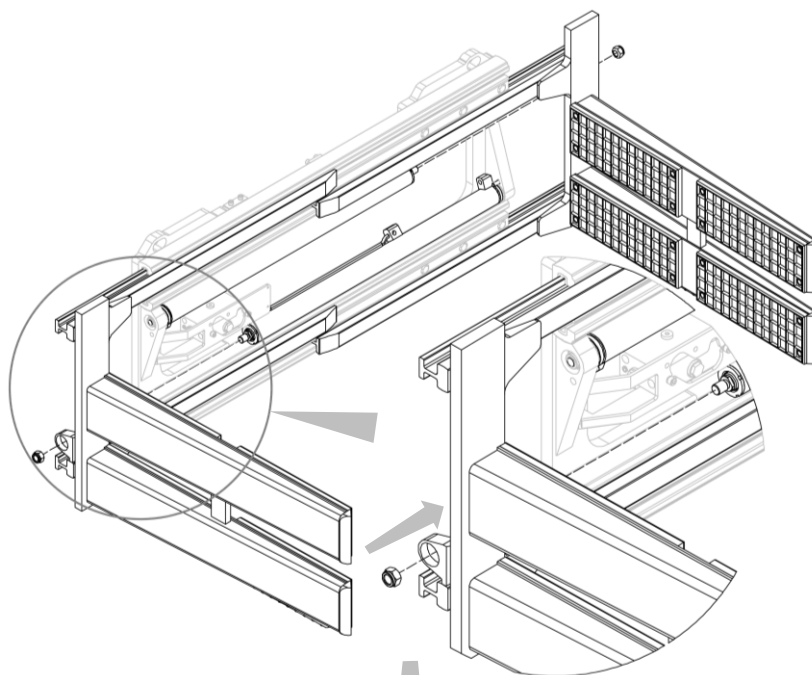
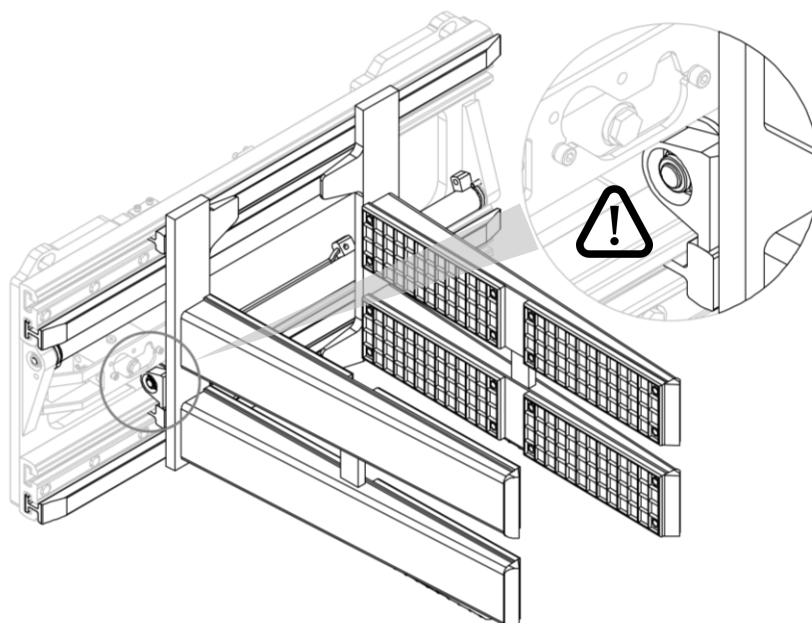

Figura 13
Figura 14
2. Insertar los perfiles, con los brazos correspondientes, en los asientos correspondientes y fijarlas a los cilindros con las tuercas correspondientes (mira *Figura 13* y *Figura 14*).